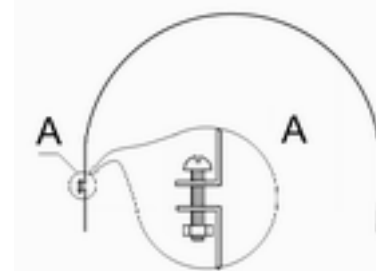

Рис. 23
3.4.2. На шестиметровом листе ПК отмерьте середину, и перпендикулярно длине листа маркером начертите линию. Острым ножом, аккуратно, надрежьте верхнюю сторону ПК или промните внутренние перегородки ПК с внутренней стороны листа. Сложите лист пополам по линии надреза. Удалите с двух сторон защитную пленку. Накройте листом двухметровую часть тоннеля, выровняйте по коньку и зафиксируйте саморезами в самом низу. На лист сверху положите конек №17. Сверху конька, вдоль арок, положите длинную прижимную ленту № 37 и закрепите её саморезом с одной стороны в самом низу. К прижимной ленте № 37 присоедините винтом м4х35 ленту короткую № 38, гайку м4 до конца не затягивайте, оставьте место для дальнейшей подтяжки прижимной ленты после фиксации верхнего покрытия (рис. 23). В натянутом состоянии закрепите ленту короткую №38 и произведите натяжку винтом.